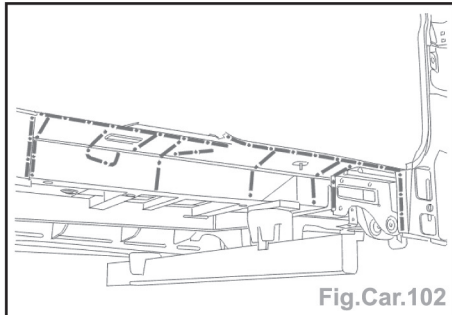

Fig.Car.102
- Préparer les bords d'accostage (Fig.Car.102).